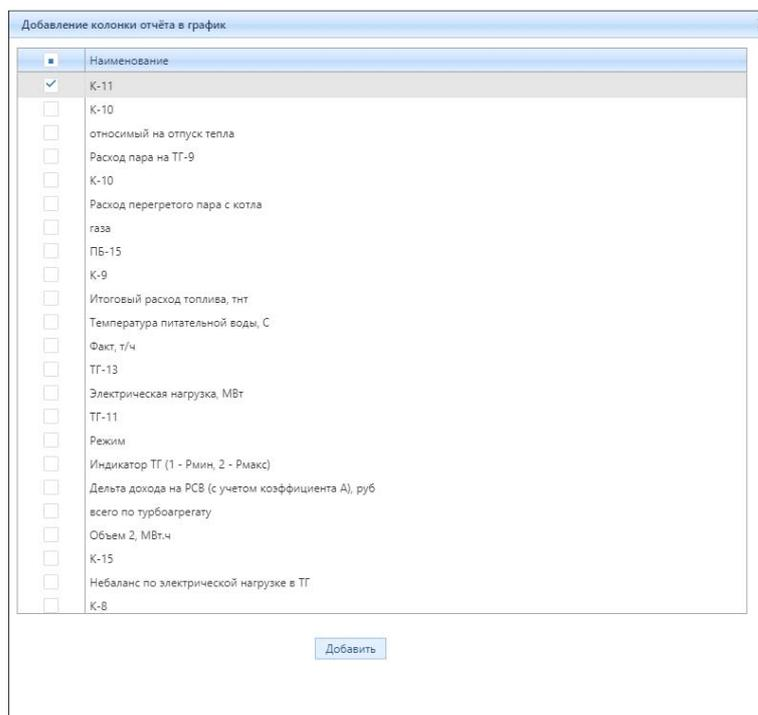

Рисунок 4.6.28 – Окно «Добавление колонки отчета в график»
- для сохранения созданного правила предупреждения необходимо нажать на кнопку (3) «Сохранить»;
- для отмены изменений необходимо нажать на кнопку (4) «Отменить изменения».
- нажать на кнопку (4) «Добавить» для добавления колонки отчета в график. Можно добавить несколько колонок проставлением чек-боксов в открывшемся окне и нажатием кнопки «Добавить» (рис. 4.6.28). Для сохранения изменений нажать кнопку (5) «Сохранить», для отмены изменений нажать на кнопку (6) «Отменить изменения»;
- для удаления графиков и колонок необходимо нажать в безымянной колонке (7) на гиперссылку «Удалить».